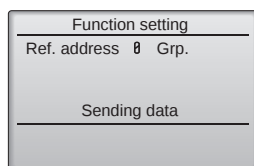

Fig. 6-13
- ⑥ (Fig. 6-13)
- ① Переход в режим выбора функции